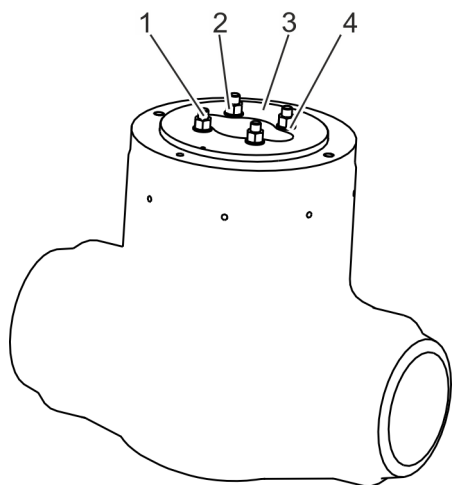

Fig. 14: Atornillar la tapa de fijación
- 28.** ▶ Atornille la tapa de fijación (Fig. 14/3) enroscando las tuercas (Fig. 14/2) en los espárragos roscados (Fig. 14/1) del cuerpo de la válvula con las arandelas sin apretarlas del todo.